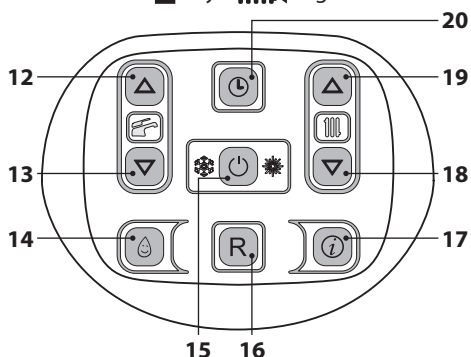

Figura 6.6
- Mantenga pulsado durante 2 segundos el botón 15 hasta que aparezcan en el display los símbolos  y . Figura 6.6.
- Apague la caldera manteniendo pulsado durante 2 segundos el botón 15 (Figura 6.6) hasta que aparezca en el display LCD el símbolo — — — — (Figura 6.5).